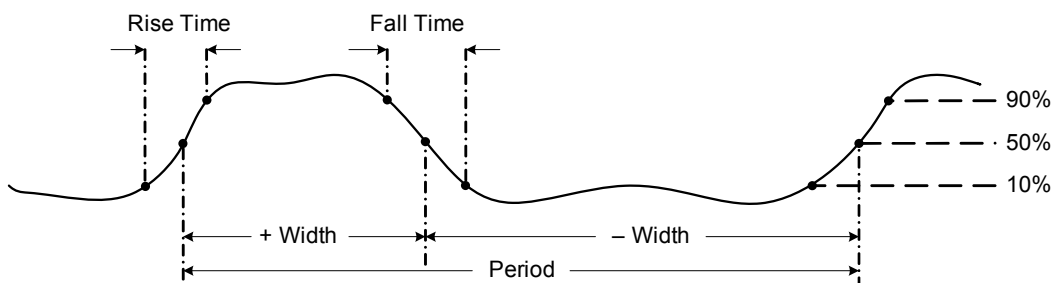

図 2-26 周波数の定義
- 周波数とは、1 秒間に発生する信号のサイクル数です。周波数は、1/ 周期で定義されます。周期は、2 つの連続した同一極性のエッジが中間しきい値を通過する時間の間隔と定義されます（図 2-26 を参照）。